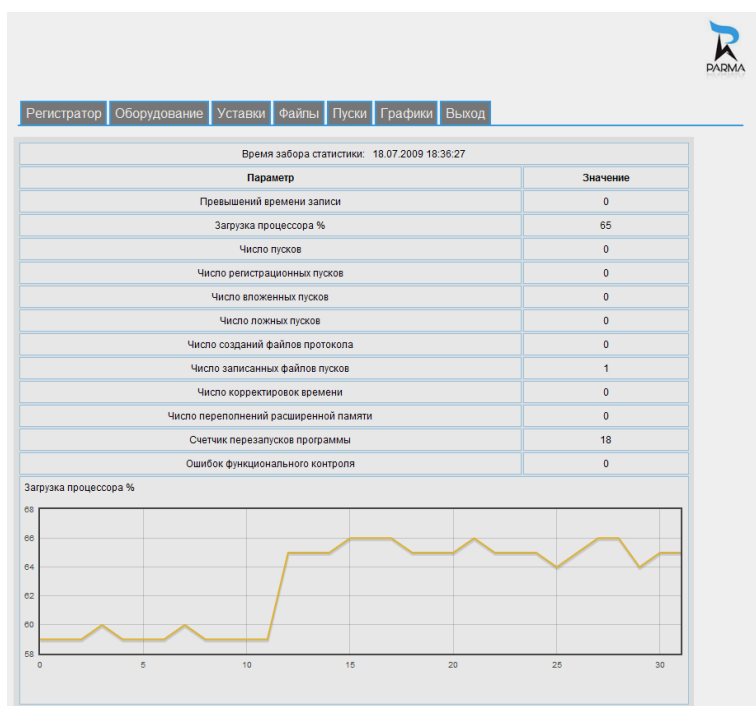

Рисунок 28. Статистические данные о работе регистратора
- Кнопка **Статистика** выводит на экран статистические данные о работе регистратора, такие как: число перезапусков, число пусков, число сбоев оборудования и др. (Рисунок 28)